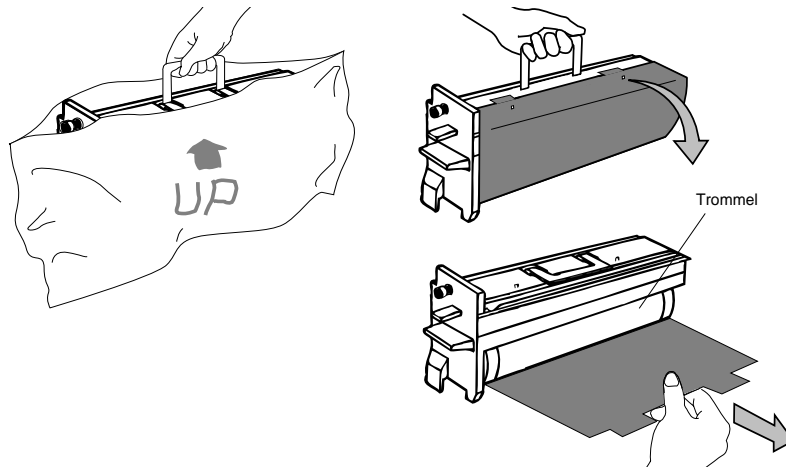

Abbildung 4-27 Auspacken der Trommel und Entfernen der Schutzhülle
1. Öffnen Sie den vakuumversiegelten Behälter und nehmen Sie die neue Trommel heraus (siehe Abbildung 4-27).
2. Halten Sie die Trommel am oberen Griff, legen Sie sie auf einer stabilen Oberfläche ab, und entfernen Sie vorsichtig die Schutzhülle (siehe Abbildung 4-27).